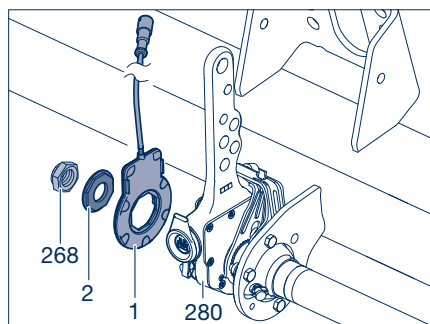

Рисунок 8
- [12] Затянуть шестигранную гайку (268, рисунок 8) с моментом затяжки от 80 до 90 Н·м, но перед этим с помощью инструмента для монтажа (номер изделия BPW 02.1427.01.00) зафиксировать переходную шайбу, чтобы она не вращалась вместе с гайкой.